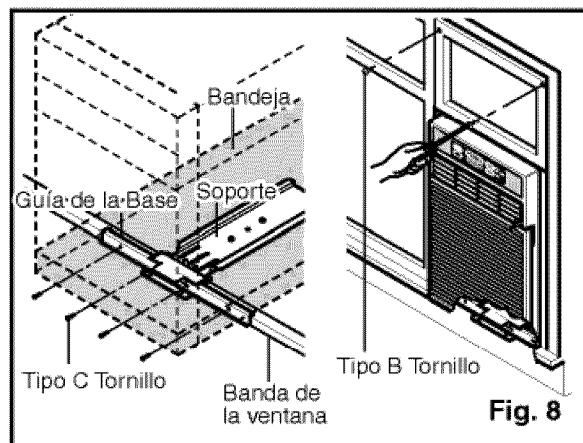

Fig. 8
13. Taladre un agujero de 1/8 pulgadas para alinearlo con los agujeros que hay en el marco de la cortina. Ajuste el marco de la cortina con el marco de la ventana con tornillos del tipo B. (Fig. 8)